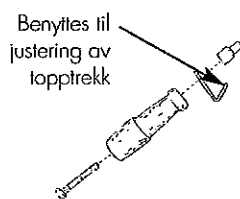

Fig. 7 Montering av betjeningshåndtak.
7. Monter betjeningshåndtaket som vist på fig. 7. Tappen på betjeningshåndtaket benyttes til åpning/lukking av ileggsdøren, og hullet i håndtaket benyttes for betjening av overtreksregulatoren.